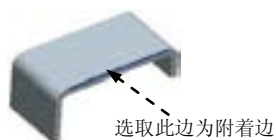

图 11.2.14 定义附着边
Step3. 在系统 **选择一个边连到侧壁上。** 的提示下，选取图 11.2.14 所示的模型边线为附着边。